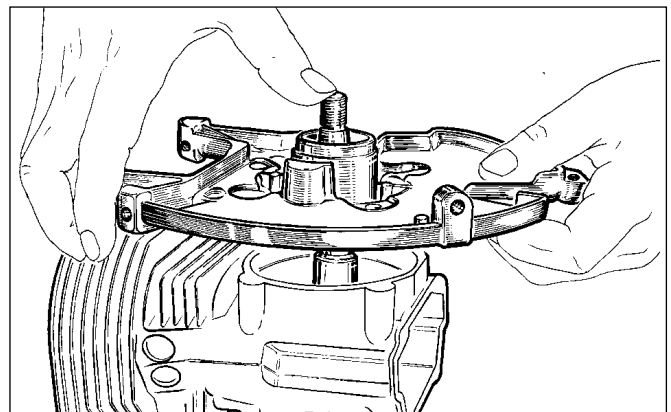

Abb. 5
- Entfernen Sie die Anbaugrundplatte (Abb. 5).